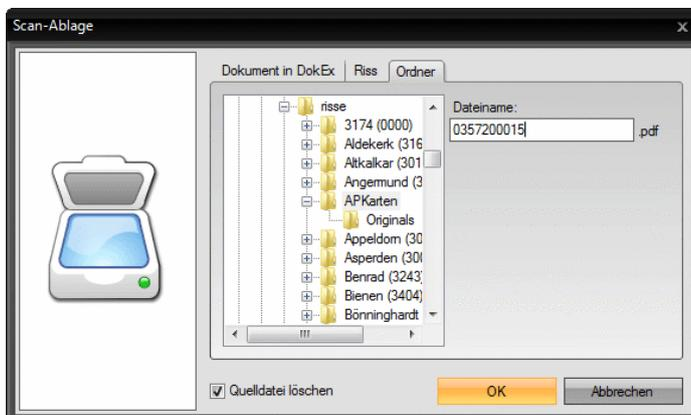

Abbildung 10: Einsortieren von AP-Karten
**Für AP-Karten u.a Dokumente:** (Abbildung 10): Eingabe des gewünschten